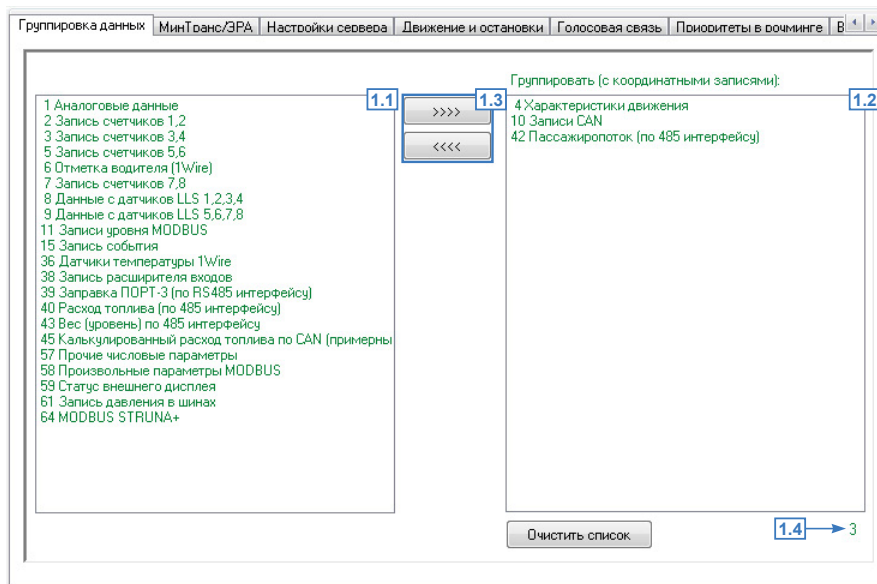

Рис.17. Группировка данных.
- выбрать параметры в списке слева (Рис.17, п.1.1);
- переместить выбранный параметр в список «Группировать» (Рис.17, п.1.2), используя кнопку «>>>>» (Рис.17, п.1.3) или перетаскив при помощи левой кнопки мыши;
**Для удаления параметра из группы** необходимо выбрать этот параметр и нажать кнопку «<<<<<<» (Рис.17, п.1.3). Кнопка «Очистить список» позволяет удалить все параметры из группы. Количество параметров в группе отображается под списком группируемых параметров (Рис.17, п.1.4)